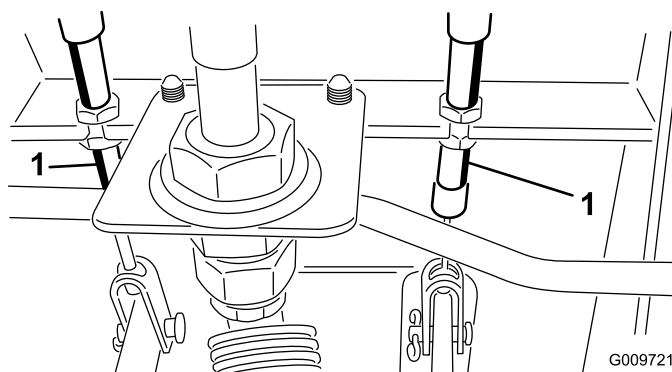

Figura 79
- A. Allentate il dado anteriore sull'estremità filettata del cavo del freno (Figura 79).